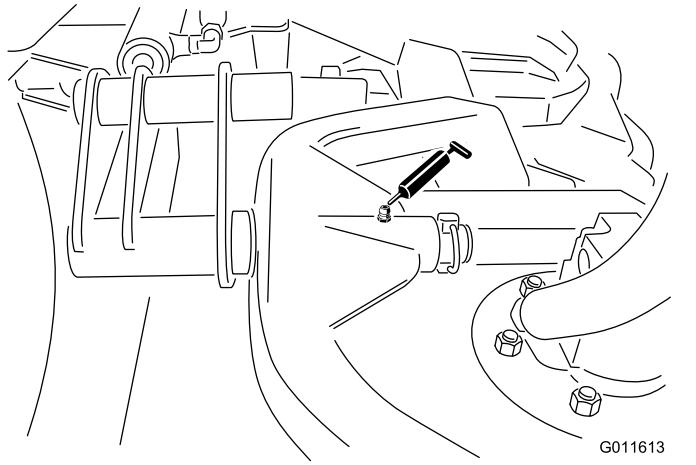

Figura 73
- Pivotes del brazo de elevación (1 en cada) – Figura 73
- Pivote del bastidor de tiro de la unidad de corte (1 en cada) – Figura 73